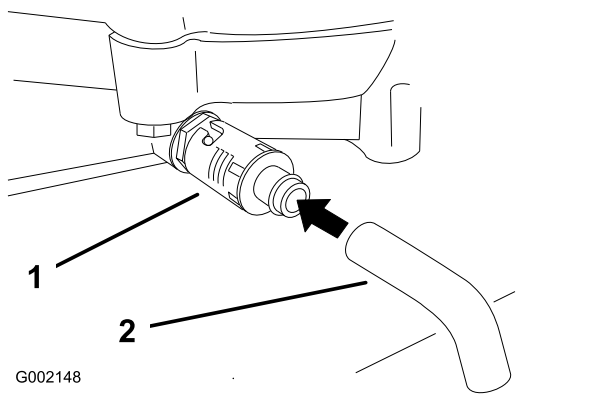

图21
4. 在放油孔下放置一个盘子。旋转机油排放阀，让机油排出（图21）。